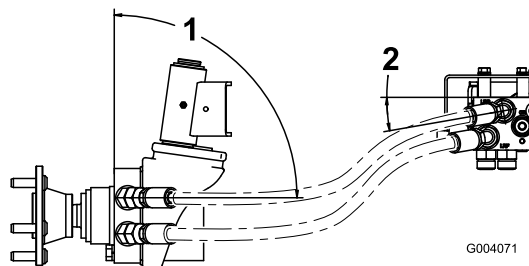

Figura 7
- Enrute las 2 mangueras de la izquierda hasta el motor de rueda izquierdo. Conecte la manguera superior del colector al acoplamiento superior del motor de rueda, y la manguera inferior del colector al acoplamiento inferior del motor de rueda (Figura 7). Si las mangueras no se enrutan correctamente pueden entrar en contacto con los neumáticos o con el parachoques trasero, lo que causará daños en las mangueras.